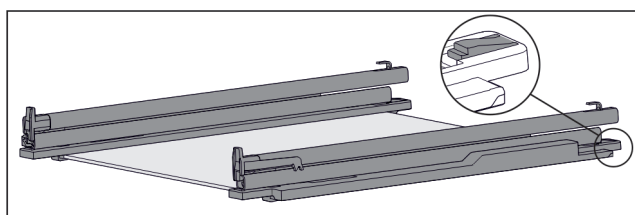

Fig. 155 Tablette en verre avec rails et pièces de retenue
- Pousser l'arrière de la pièce de retenue vers le bas (voir Fig. 155) et pousser dans le même temps le tiroir vers l'arrière.